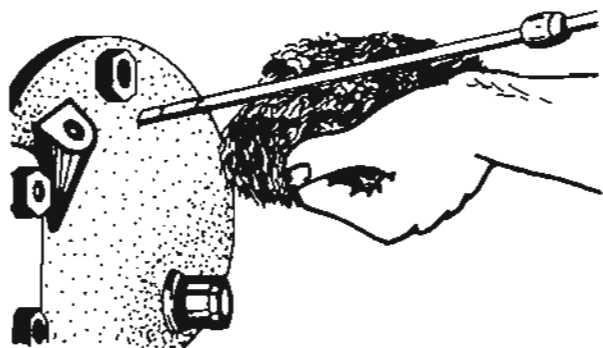

Fig. 2
- d Saque la varilla y sosténgala horizontalmente (fig. 2).